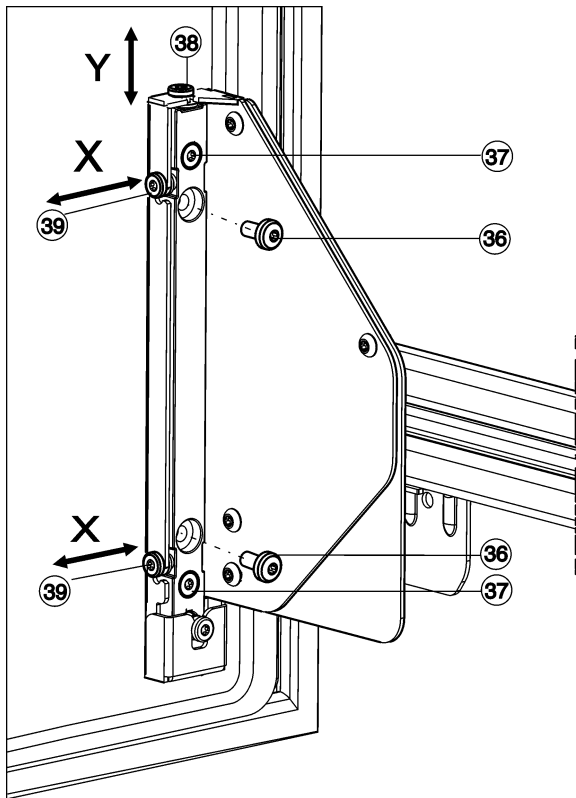

Fig. 27
- ▶ Śruby Fig. 27 (36) całkowicie wykręcić.
- ▶ Śruby Fig. 27 (36) należy wyrzucić, nie będą już potrzebne.
- ▶ Śruby Fig. 27 (37) należy poluzować o 1 lub 2 obroty.
- ▶ Obrócić śrubę przestawną (38). Zgodnie z kierunkiem ruchu wskazówek zegara: drzwi uniosą się do góry o maks. 4 mm. Przeciwnie do kierunku ruchu wskazówek zegara: drzwi obniżą się o maks. 2 mm.
- ▶ Wszystkie śruby Fig. 27 (37) ponownie dokręcić.
- ▶ Jeśli śruby Fig. 27 (36) są nadal zamocowane, należy je całkowicie wykręcić.
- ▶ Śruby przestawne Fig. 27 (39) należy przestawić zgodnie z żądanym kierunkiem regulacji.
- ▶ Po zakończeniu regulacji bocznej śruby Fig. 27 (37) należy ponownie przykręcić.